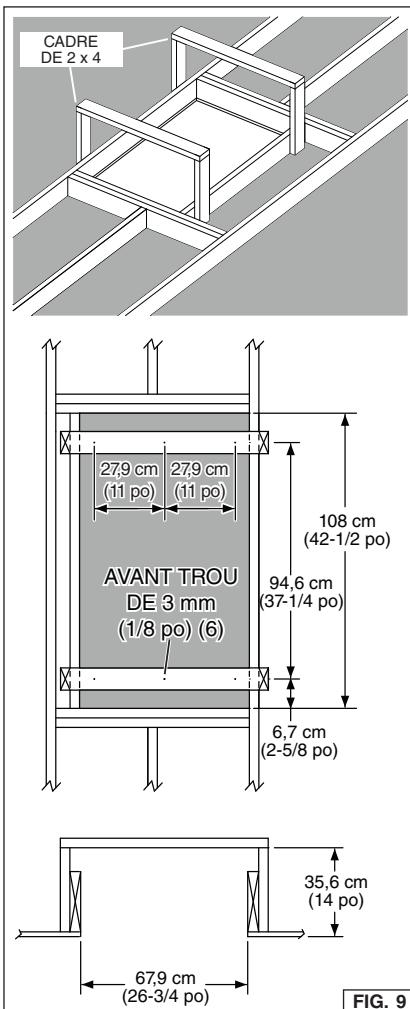

FIG. 9
1. Construisez une charpente de support, tel qu'illustré à la Fig. 9.